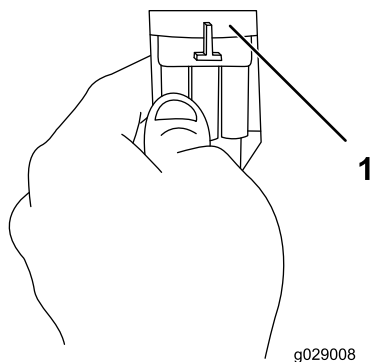

Рисунок 8
7. Отсоедините жгут проводки электромагнитного отсечного топливного клапана от соединительной вилки главного жгута проводки (Рисунок 8).